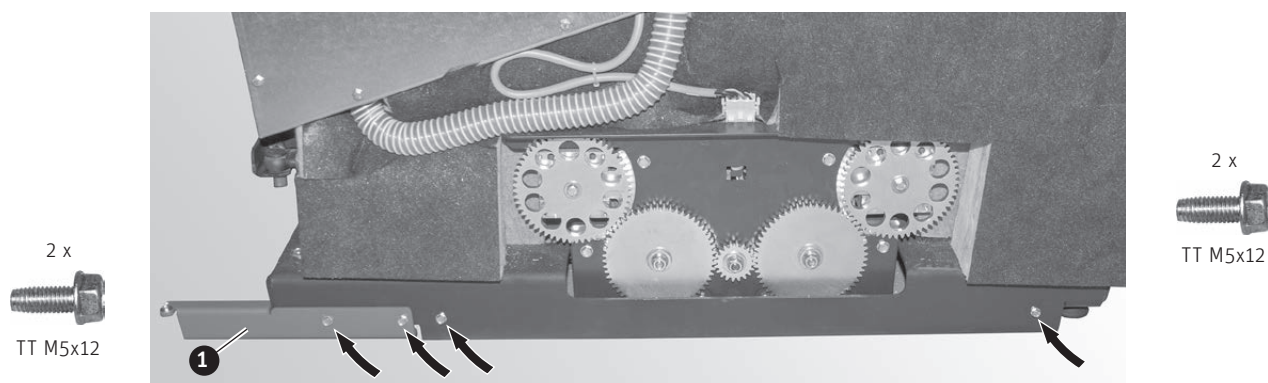

Fig. 43 Avvitare l'angolare di fissaggio porta, avvitare le 2 viti per il rivestimento fino a metà
- ▶ Montare l'angolare di fissaggio porta sul basamento in basso a destra con 2 viti autoformanti TT M5x12 – Fig. 43.
- ▶ **Avvitare fino a metà** 2 viti autoformanti TT M5x12, alle quali andrà agganciato il rivestimento, sul retro del basamento in basso a destra – Fig. 43.